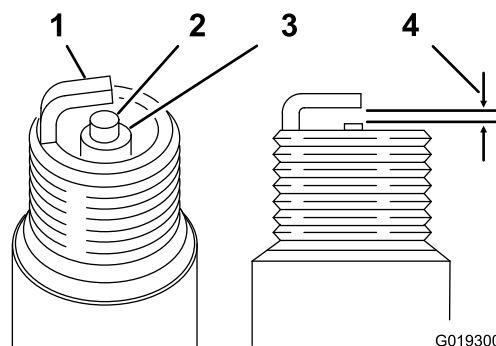

Рисунок 27
- 4. Осмотрите свечу на наличие износа или повреждений (Рисунок 27).
- 5. Проверьте зазор свечи зажигания проволочным толщиномером (Рисунок 27).